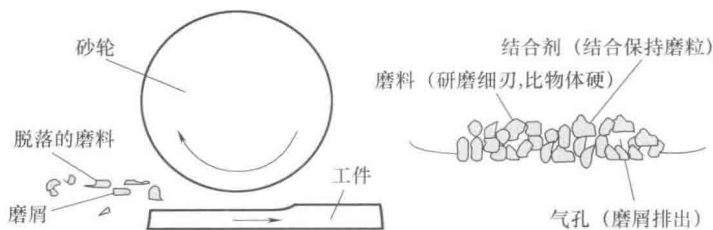

图 3-60 磨削原理示意图
(2) 磨削 研磨加工是通过高速旋转的砂轮与被加工物体表面进行摩擦（挤压），从而达到去除余量的目的，原理示意如图 3-60 所示。研磨一般处理的是钢材，铝材或非金属材料基本上不研磨。一般高精度零件经淬火、回火后变硬，切削加工困难，所以采用磨削加工。